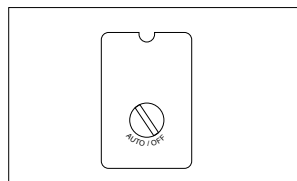

Figure 6
- Tourner l'interrupteur à la position OFF et brancher le cordon d'alimentation (Fig. 6).
- Tourner l'interrupteur à la position AUTO pour faire fonctionner le modèle (Fig. 6).